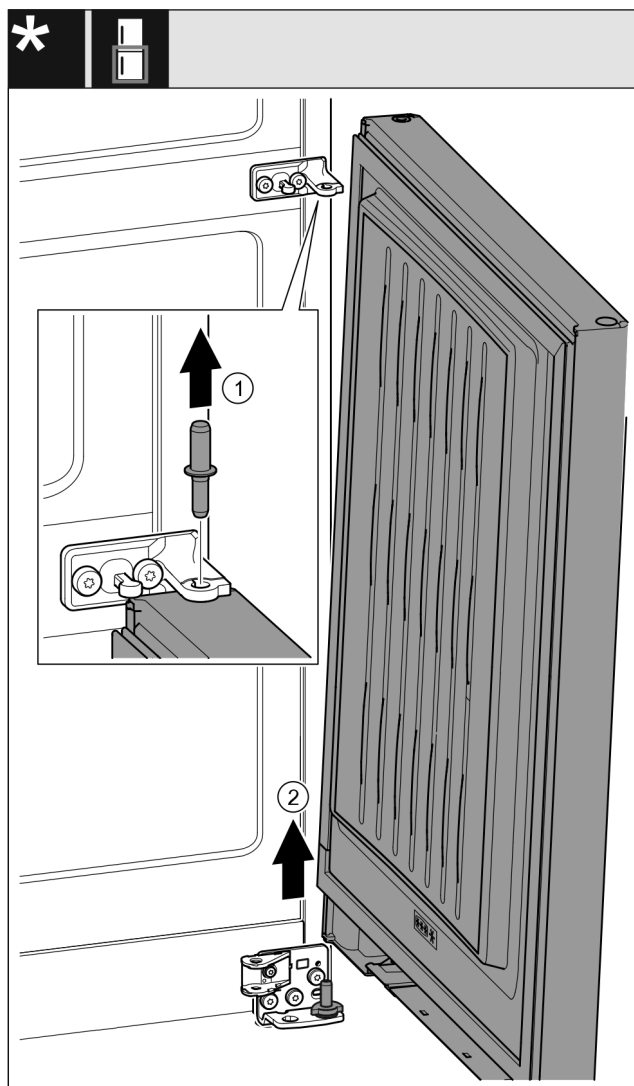

Fig. 23 *
- Sortir le boulon par le haut. *Fig. 23 (1)**
- Faire pivoter la porte vers l'extérieur, la tirer vers le haut et la mettre de côté. *Fig. 23 (2)**